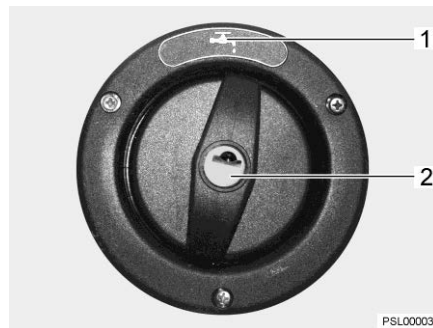

Bild 137 Verschlussdeckel für Trinkwasser-Einfüllstutzen
Der Trinkwasser-Einfüllstutzen ist mit dem Symbol "☞" (Bild 137,1) gekennzeichnet. Der Verschlussdeckel wird mit dem Schlüssel für die Außenklappenschlösser geöffnet und verschlossen.
- Schlüssel in Schließzylinder (Bild 137,2) stecken und eine viertel Umdrehung entgegen dem Uhrzeigersinn drehen.